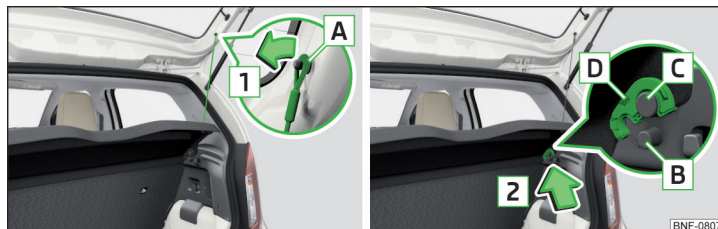

Fig. 81 Retirar a cobertura da bagageira
Se as fitas de retenção [A] » Fig. 81 estão penduradas na tampa da bagageira, então ao abrir a tampa a cobertura da bagageira (a seguir denominado apenas cobertura) é levantada junto.
» Virar a cobertura para cima e fixar nos dois lados a cobertura da bagageira no perno [B] » Fig. 81.
» Virar a cobertura levantada para baixo. A cobertura solta-se dos pernos [B] » Fig. 81.
- » Desencaixar nos dois lados da cobertura da bagageira as fitas de retenção [A] no sentido da seta [1] » Fig. 81.
» Colocar os encaixes na cobertura [B] sobre os pernos [C] » Fig. 81.